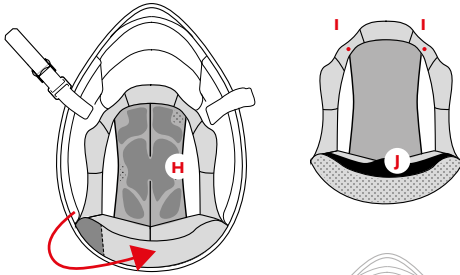

ABBILDUNG 7
**Zentrale innere Polsterung: KLEINE KALOTTE — H — Abbildung 7/8**
**Entfernung** — Abbildung 7